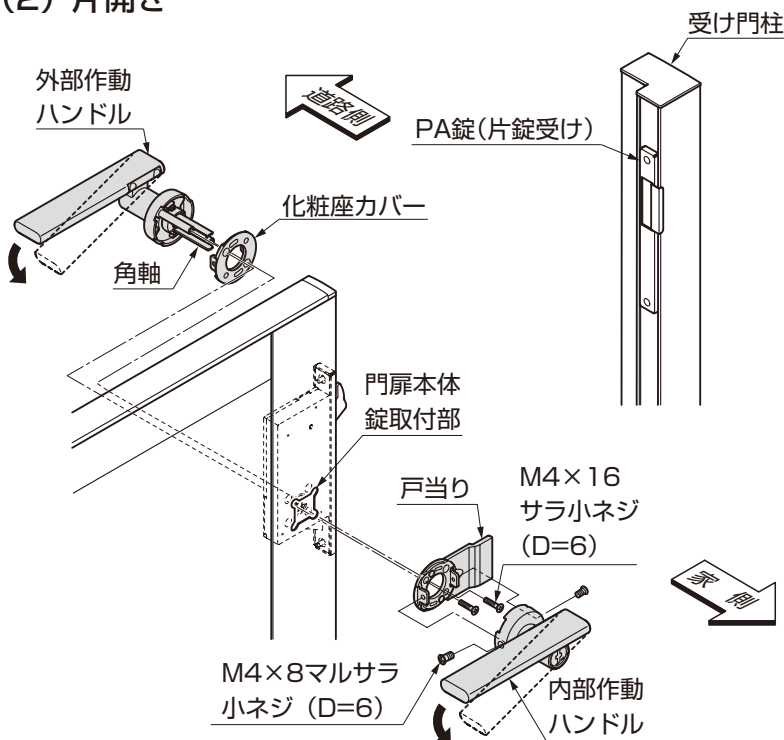

図3-5
①化粧座カバーを取付け、外部作動ハンドルを平行に取付けてください。(図3-5参照)
- ②戸当りを取付け、内部作動ハンドルを平行に取付けてください。(図3-5参照)
③ハンドルを傾けて、鍵が引っ込む動作を確認します。(図3-5参照)